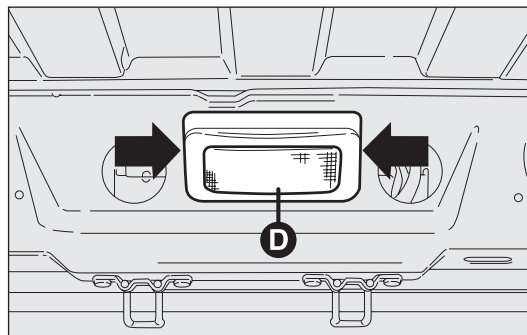
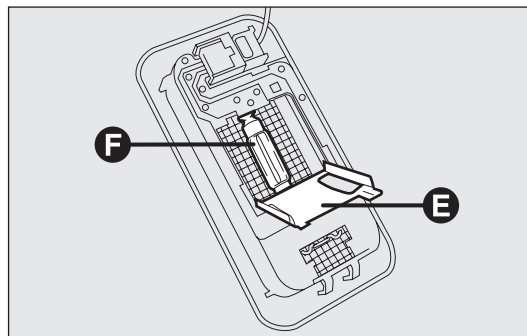

fig. 207
fig. 208
- ❑ maak het plafondlampje D-fig. 207 los bij de door de pijlen aangegeven punten;
- ❑ open het beschermdeksel E-fig. 208;
- ❑ maak de lamp F-fig. 208 los uit de veercontacten aan de zijkant en vervang hem; controleer of de nieuwe lamp goed vastzit in de veercontacten;
- ❑ sluit het beschermdeksel E-fig. 208 en plaats het plafondlampje D-fig. 207 in de zitting; controleer of het goed geborgd is.